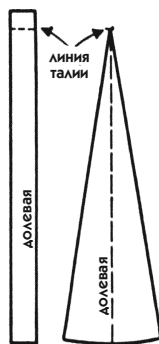

Рис. 301
2. Начертите полосу, определив ее ширину. Ее длина должна быть равна длине юбки плюс высота пояса (рис. 301).